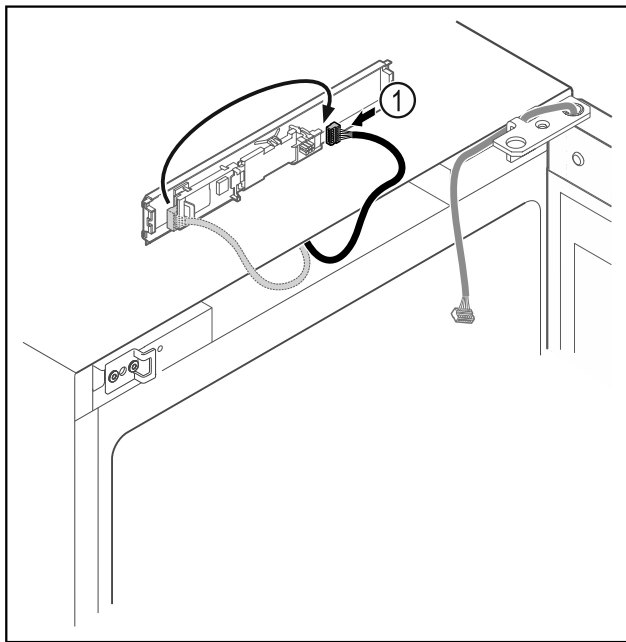

Fig. 21
- ▶ Pistke pistik Fig. 21 (1) trükkplaadil ümber.